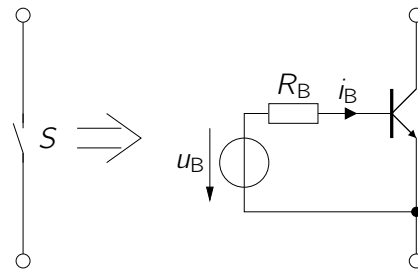

Abbildung 3: Verwendung eines Transistors als Schalter.
- d) Der ideale Schalter  $S$  wird nun durch einen Transistor vom Typ BC337-40 mit Vorwärtsstromverstärkung  $B_F = 437$  ersetzt, wie in Abb. 3 gezeigt. Der Transistor wird an der Basis mit einer realen Spannungsquelle  $u_B$  mit Innenwiderstand  $R_B$  angesteuert. Die Spannungsquelle hat den Wert  $0\text{ V}$ , wenn der Transistor ausgeschaltet sein soll und  $1\text{ V}$ , wenn der Transistor eingeschaltet sein soll. Bestimmen Sie  $R_B$  so, dass der Transistor voll eingeschaltet ist, wenn  $u_B = 1\text{ V}$  beträgt.